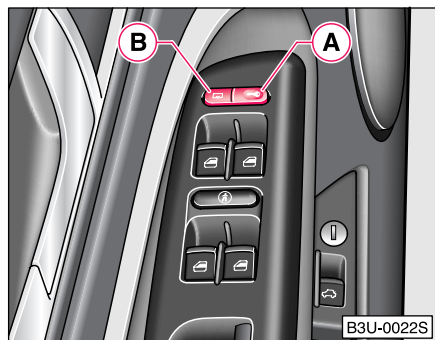

Fig. 23 Ușa conducător auto: tastele pentru închiderea centralizată
- Apăsați tasta **A** ⇒ Fig. 23.
- Apăsați tasta **B** ⇒ Fig. 23. În cazul în care capacul portbagajului se află în starea de încuiere permanentă apăsarea tastei **B** nu va avea nici un efect ⇒ pagina 44.
În cazul încuierii autovehiculului prin intermediul tastei pentru închidere centralizată **A** ⇒ Fig. 23, sunt valabile următoarele: